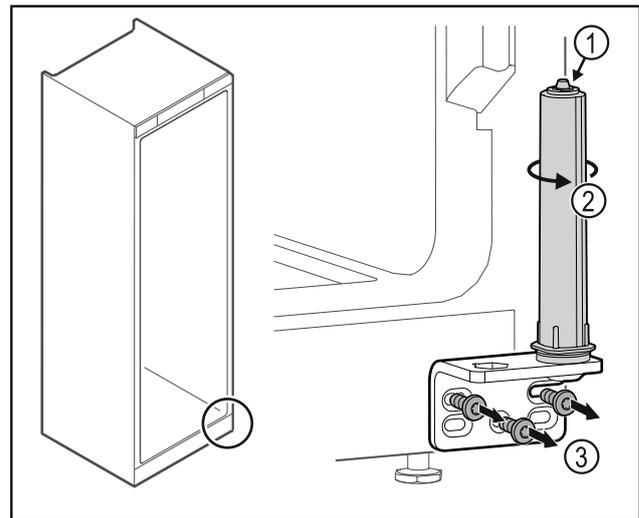

Fig. 32
- ▶ Türschließsystem nicht zerlegen Fig. 32 (1).
- ▶ Schließsystem Fig. 32 (2) drehen, bis es klickt .
- ▶ Scharnierwinkel Fig. 32 (3) abschrauben.